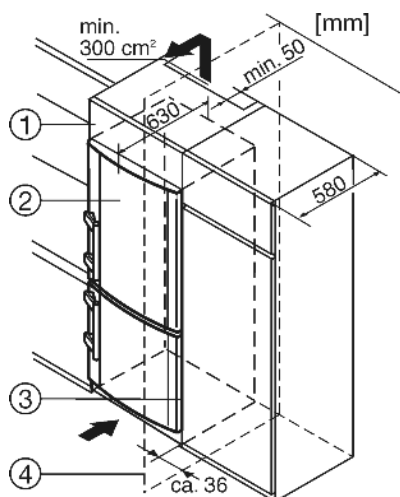

Fig. 12
- (1) Nástavná skříňka
(2) Přístroj
(3) Kuchyňská skříň
(4) Stěna
Zařízení lze zabudovat do vybavení kuchyně. K vyrovnání přístroje *Fig. 12 (2)* na výšku kuchyňské linky lze na přístroj nasadit odpovídající nástavec *Fig. 12 (1)*.
Při montáži do normalizovaných kuchyňských skříní (hloubka max. 580 mm) lze přístroj instalovat hned vedle kuchyňské skříně *Fig. 12 (3)*. Dvířka přístroje přesahují přední stěnu kuchyňské skříně po stranách o 34 mm a uprostřed o 50 mm. To umožňuje jejich volné otevírání a zavírání.
Když se přístroj instaluje závěsy vedle stěny *Fig. 12 (4)*, musí být vzdálenost přístroje od stěny alespoň 36 mm. To odpovídá přesahu madla při otevřených dveřích.